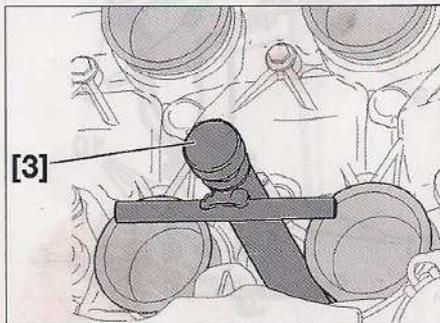

FIG. 64
- Colocar este último sobre la junta (14) a extraer (Fig.64).